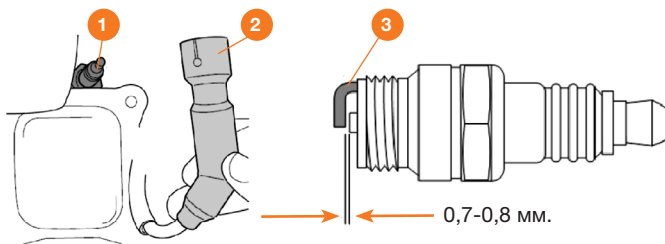

Рис. 14
- Плотно установите высоковольтный колпачок **2** на свечу зажигания **1** (Рис. 14).